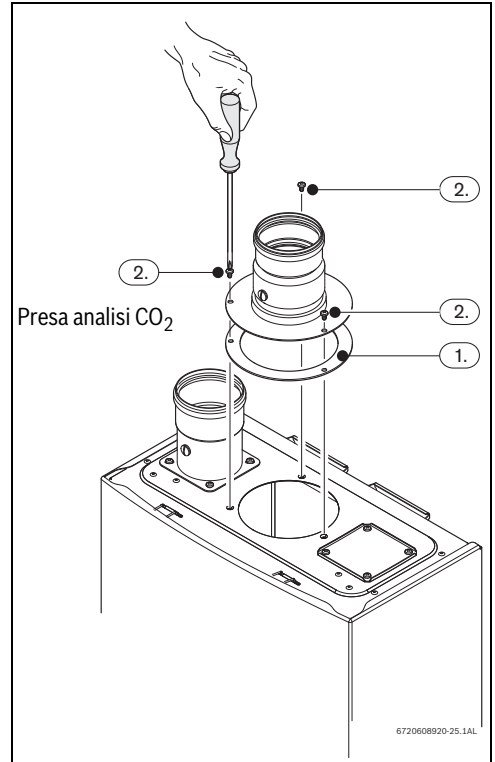

Fig. 28
- ▶ Collocare la guarnizione tra l'apparecchio e l'accessorio base, Fig. 28 , pos. 1.
- ▶ Serrare le 3 viti dell'accessorio base, Fig. 28 , pos. 2.